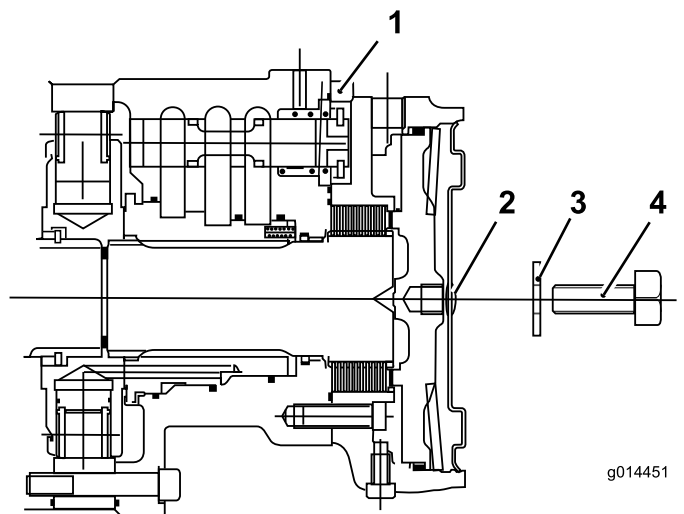

Figura 44
- C. Montate il tappo esagonale sulla piastra di chiusura del motorino (Figura 44).